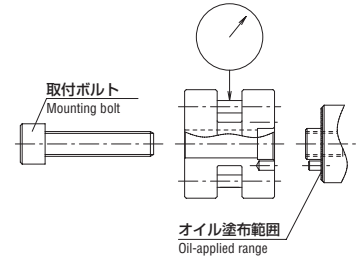

図1 Fig.1
2. フランジのローラピニオン取付け面にオイル又はグリースを軽く塗布して下さい。(図1)
Lightly apply oil or grease to the roller pinion mounted surface of the flange. (Fig. 1)